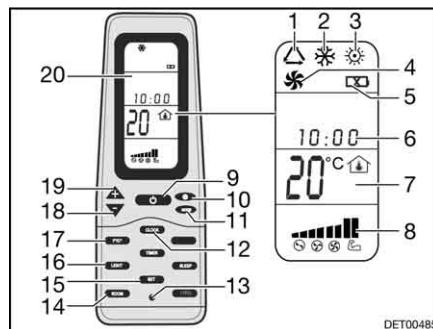

Fig. 159 Mando a distancia
- Pulsar la tecla ON/OFF (Fig. 159,9).
- Pulsar la tecla "Mode" (Fig. 159,11) las veces que sean necesarias hasta que se visualice el modo de funcionamiento deseado (Fig. 159,1, 2, 3 ó 4) en el display (Fig. 159,20).
- Ajustar la temperatura deseada con las teclas "+" (Fig. 159,19) y "-" (Fig. 159,18).
- Seleccionar la etapa deseada del ventilador con la tecla Velocidad del ventilador (Fig. 159,10).